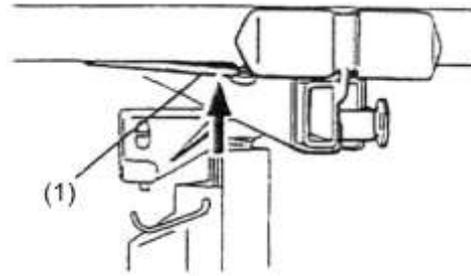

Abbildung 15
3. Entfernen Sie die Traversen durch Drücken auf die unteren Federlaschen und Herausschieben der Traverse aus der sich verjüngenden Aufnahme (Abb. 15).